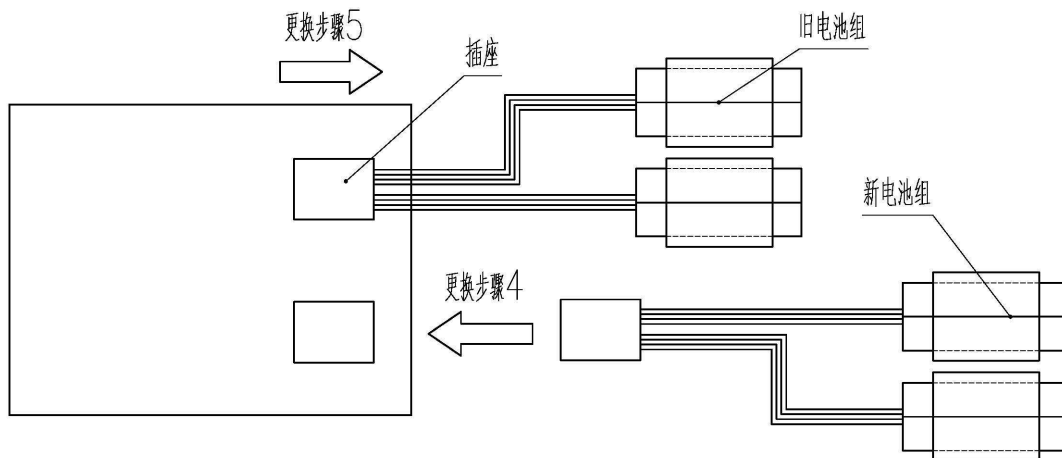

图 17 电池组连接
- ① 关闭控制器主电源；
- ② 拆下电池盒，拉出旧电池组，以便更换；
- ③ 把旧电池组从电池盒中取出，注意不要拔下旧电池组插头；
- ④ 把新电池组插在电池盒内空闲的插座上（参考图 17）；
- ⑤ 拔下旧电池组；